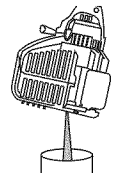

Fig. 26
- Versez l'huile de l'orifice de remplissage dans un récipient en inclinant l'appareil à la verticale (Fig. 26). Allouez assez de temps pour une vidange complète.